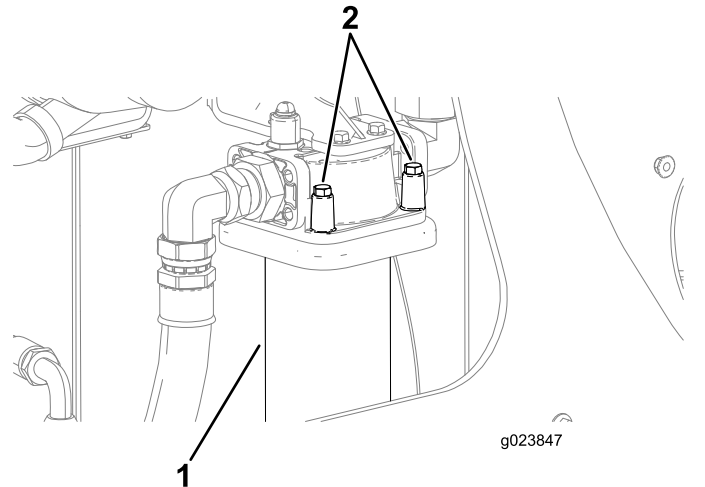

Figura 123
3. Posicione uma bandeja de drenagem ou vários panos sob o filtro de de carga (Figura 123).
4. Com uma mão sob o filtro de retorno hidráulico, remova os 4 parafusos como mostrado na Figura 123.
7. Alinhe o novo filtro de retorno hidráulico com o seu ponto de instalação e aperte os 4 parafusos (Figura 123).